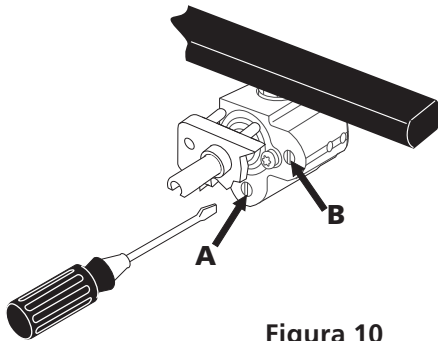

Figura 10
- El tamaño de la flama de la porción posterior del quemador puente puede aumentarse o disminuirse dándole vuelta al tornillo **A** (vea Figura 10). Utilice el tornillo **B** para ajustar el tamaño de la llama de la porción central del quemador puente o del quemador triple. Dé vuelta en sentido opuesto de las manecillas del reloj para aumentar el tamaño de la llama. Dé vuelta en sentido a las manecillas del reloj para disminuir la llama. Ajuste la llama hasta que usted puede dar vuelta rápidamente a la perilla de la posición LITE a la POSICIÓN MÁS BAJA sin extinguir la llama. La llama debe ser tan pequeña como sea posible sin apagarse.